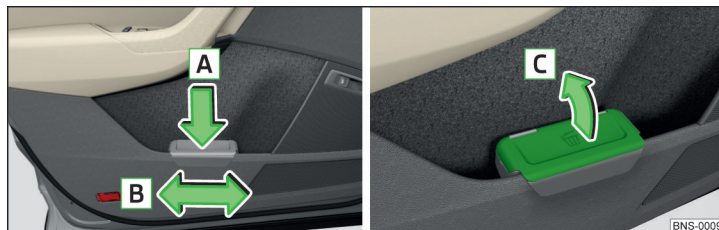

Fig. 101 Poubelle : insérer et déplacer / ouvrir
- Enfoncez la poubelle dans la partie arrière dans le sens de la flèche **A** » fig. 101.
- Retirer la poubelle dans le sens contraire à la flèche **A** » fig. 101.
- Relevez le couvercle dans le sens de la flèche **C** » fig. 101.